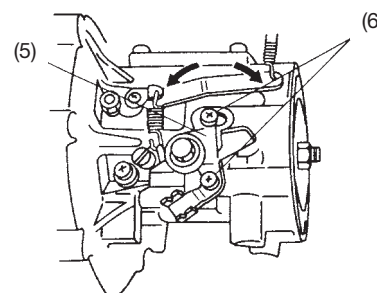

Fig. 12C
- 2) Para ajustar o regulador, solte os parafusos (6) que fixam o grupo da alavanca de comando (5) à caixa de engrenagens. Mova o grupo da alavanca de comando à direita ou à esquerda até obter a velocidade máxima de 6.500 rpm. (Se mover o grupo à esquerda, aumenta a velocidade, se o mover à direita, reduz a velocidade) (Fig. 12C)